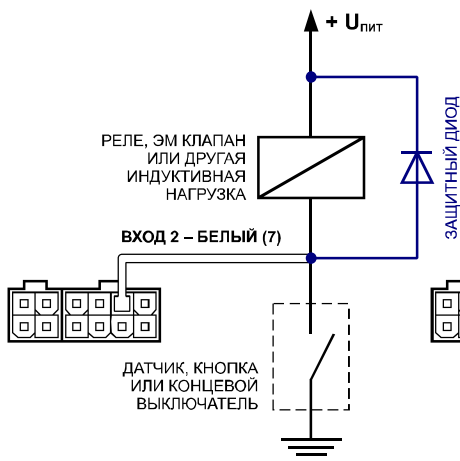

Рисунок 1.
1. **Защитный диод** (рис. 1) – устанавливается параллельно индуктивной нагрузке. При этом, прямой ток защитного диода ($I_{\text{диода прямой}}$) должен быть не менее $1.5 \cdot I_{\text{удержания катушки}}$. Если ток удержания катушки неизвестен или есть сомнения, следует использовать схему включения с защитным реле.